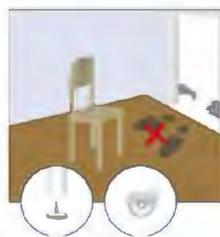

Рисунок 21
22. Обратите внимание: ни одно напольное покрытие не выдерживает длительного абразивного воздействия, то есть эффекта воздействия наждачной бумагой. Поэтому позаботьтесь о войлочных накладках на часто перемещаемые предметы и установите прорезиненные мебельные колеса или ролики. (см. рис. 21)